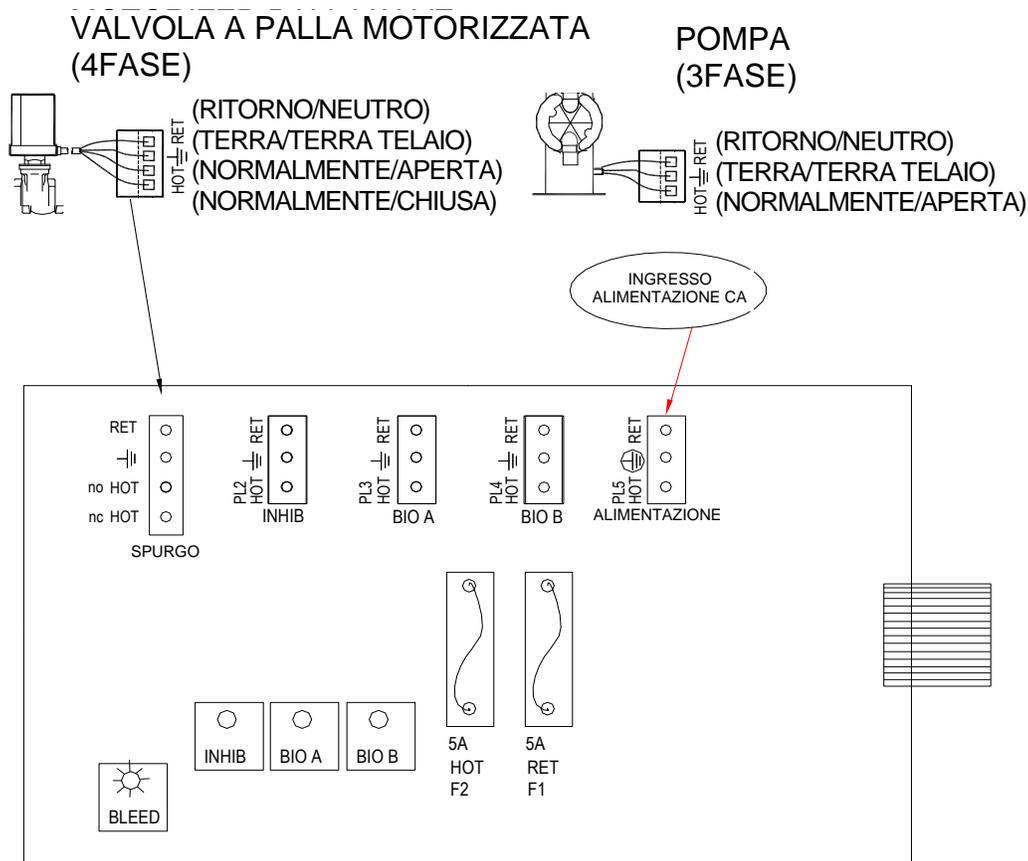

Fig. 6
La circuiteria elettronica di ingresso *MicroVision* è protetta da fusibile sia sugli ingressi hot che su quelli neutri servendosi di un fusibile sostituibile da 5 Amp (Fig .6).
I controller delle canaline hanno delle aperture per consentire la stesura del cablaggio. (Vedere Fig. 6) per i collegamenti di alimentazione in ingresso e in uscita. Servirsi unicamente di cavo-treccia da 18 AWG (1,2 mm2) per i collegamenti di corrente e di carico nelle canaline. L'alimentazione (ingresso) è collegata tramite un **PL5** ubicato sulla scheda relè (Fig. 6). La parte superiore di questo blocco terminali è rimovibile, per consentire un facile accesso alle tre (3) viti del connettore.
Le connessioni a bassa tensione si trovano sulla scheda bassa tensione (lato destro) (Fig. 6). Servirsi di un cavo 22-24 AWG ( $.76 \text{ mm}^2$ ) per: sensore di flusso, livelli cestello, allarme secco e collegamenti del contatore dell'acqua. Questi cavi di segnale devono essere posizionati separatamente dalle linee elettriche CA.